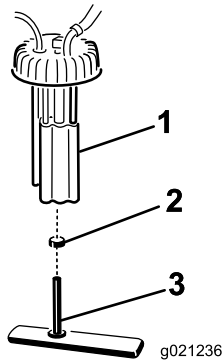

Figura 48
2. Desenchufe los conectores del arnés de cables de la bomba de combustible (Figura 48).
3. Retire el conjunto de la bomba de combustible y el filtro de combustible del depósito (Figura 48).
4. Retire la abrazadera que sujeta el tubo del filtro de combustible al acoplamiento de la bomba de combustible. Retire el tubo del acoplamiento (Figura 48).